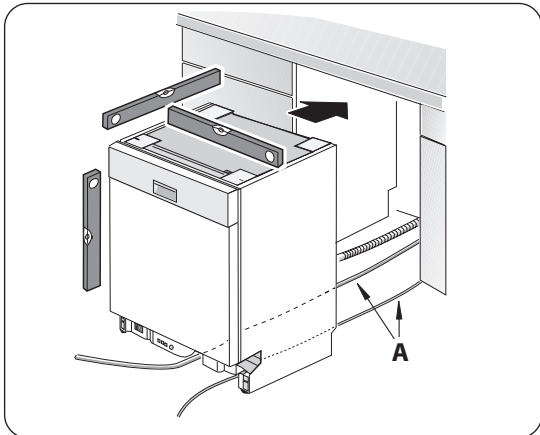
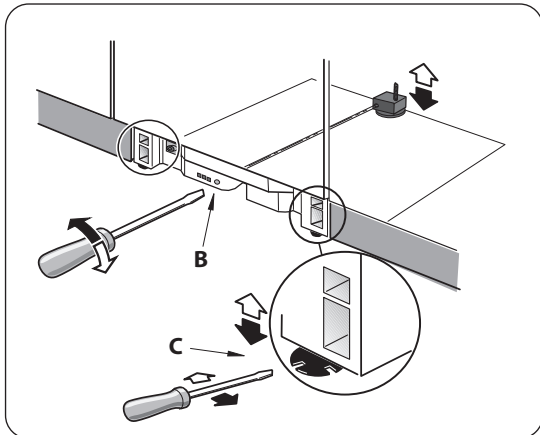

Ilustración 19
Ilustración 20
- 2) Acomode la lavadora tan cerca del gabinete como para poder conectar la manguera de desagüe de la lavadora a la conexión de evacuación debajo del fregador. Asegúrese de que el tubo de agua caliente y el cable eléctrico estén puestos en sus canales respectivos bajo la base de la lavadora, tal como indican las flechas A en la Ilustración 19.
- 4) Revise el nivel como muestra la Ilustración 19. Ajuste el nivelador trasero por medio de darle vuelta al tornillo del centro en la cara frontal de la lavadora, tal como indica la flecha B en la Ilustración 20. La parte trasera de la lavadora se eleva a medida que se gire el tornillo en el sentido del reloj. Ajuste los niveladores de frente por medio de darles vuelta con un destornillador, tal como indica la flecha C en la Ilustración 20. La lavadora se eleva a medida que los niveladores giran hacia la derecha. Si la lavadora debe elevarse aún más, introduzca calces debajo de los pies de los niveladores.